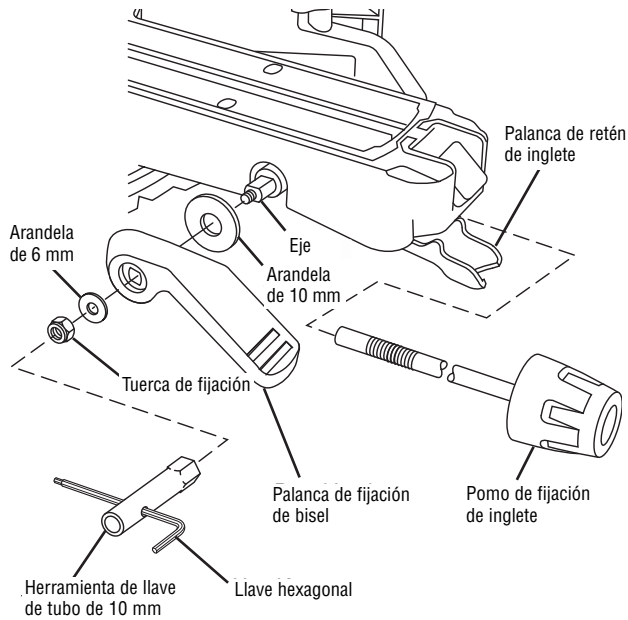

Figura 1
2. Deslice la palanca de fijación de bisel sobre el eje, alineando las superficies planas del eje con las superficies planas del agujero de montaje de la palanca. La palanca debería estar horizontal con el mango en la parte delantera (vea la figura 1).
10 mm (vea la figura 1).